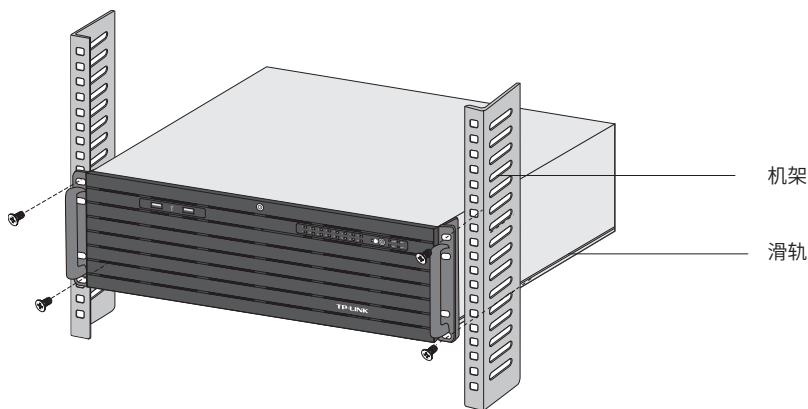

图2-2 机架安装示意图
4. 用螺钉将L型角铁固定在机架两端固定的导槽上,确保存储服务器稳定、水平地安装在机架上,如图2-2所示。